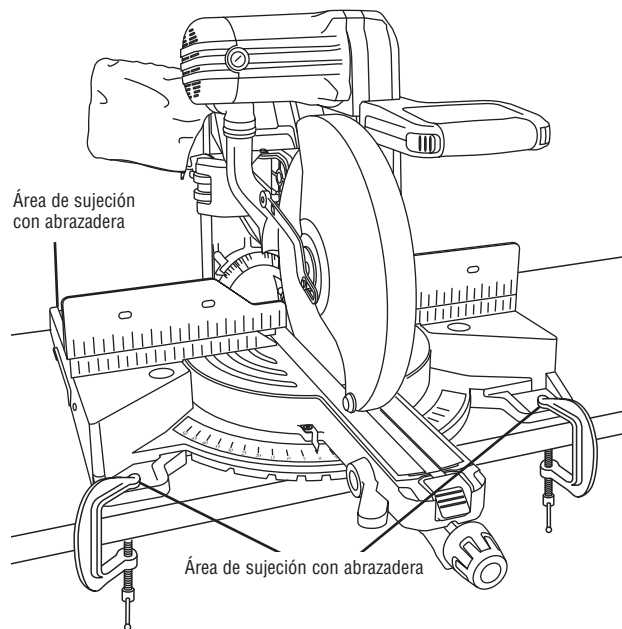

Figura 29. Montaje temporal utilizando abrazaderas
- Coloque dos (2) o más abrazaderas en "C" en las áreas de fijación con abrazaderas y fíjelas (Figura 29). Hay áreas de sujeción con abrazadera en las cuatro esquinas de la sierra.